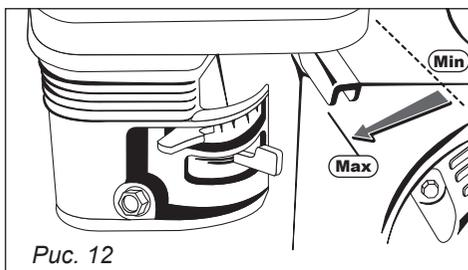

Рис. 12
С помощью данной рукоятки можно изменять положение щетки относительно оси движения ± 22 градуса (рис. 12).
1. Убедитесь, что рычаги управления приводом и щеткой не нажаты. Передвиньте рычаг управления дроссельной заслонкой в среднее положение (рис. 12).